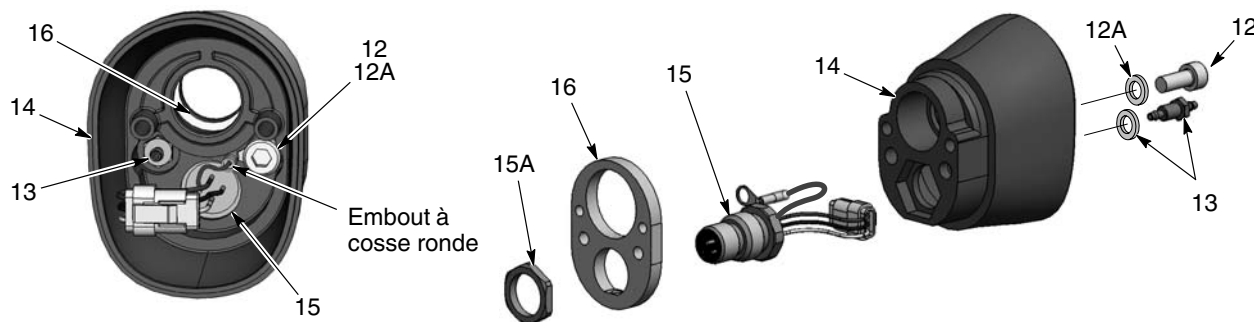

Figure 21 Démontage du pistolet à fixation sur tube 5 sur 5
18. Voir la figure 21. Pour démonter l'arrière du corps, retirer la vis (12) et le raccord cannelé (13) de l'intérieur de l'arrière du corps du pistolet (14). Une clé hexagonale de 3 mm et une douille profonde 1/4" sont nécessaires.
19. Retirer l'écrou (15A) de la prise, retirer la plaque de mise à la terre (16) de l'arrière du corps du pistolet et faire passer le faisceau de la prise à travers le corps.